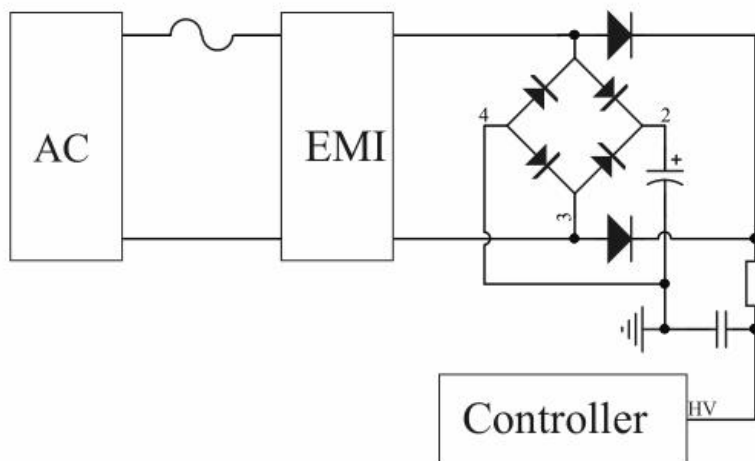

图 1：高压启动电路
DK036G 包含多功能高压 (HV) 引脚。为达到快速启动，内部集成了高压启动电路，可以快速启动电源同时能够有效降低待机功耗，如图 1 所示，能够快速准确监测输入电压，在输入掉